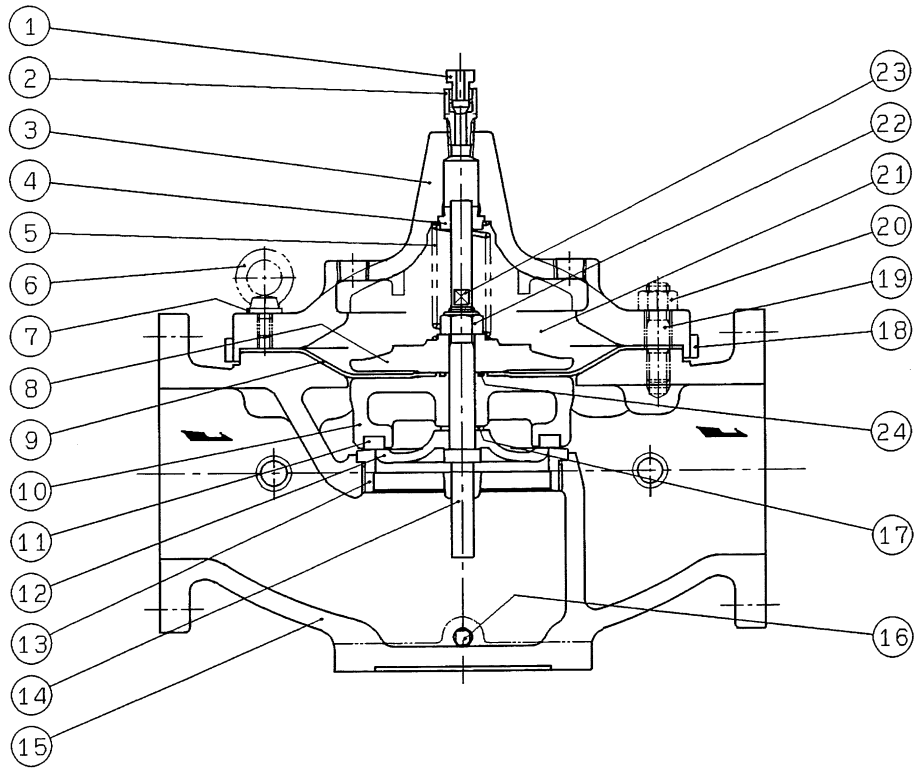
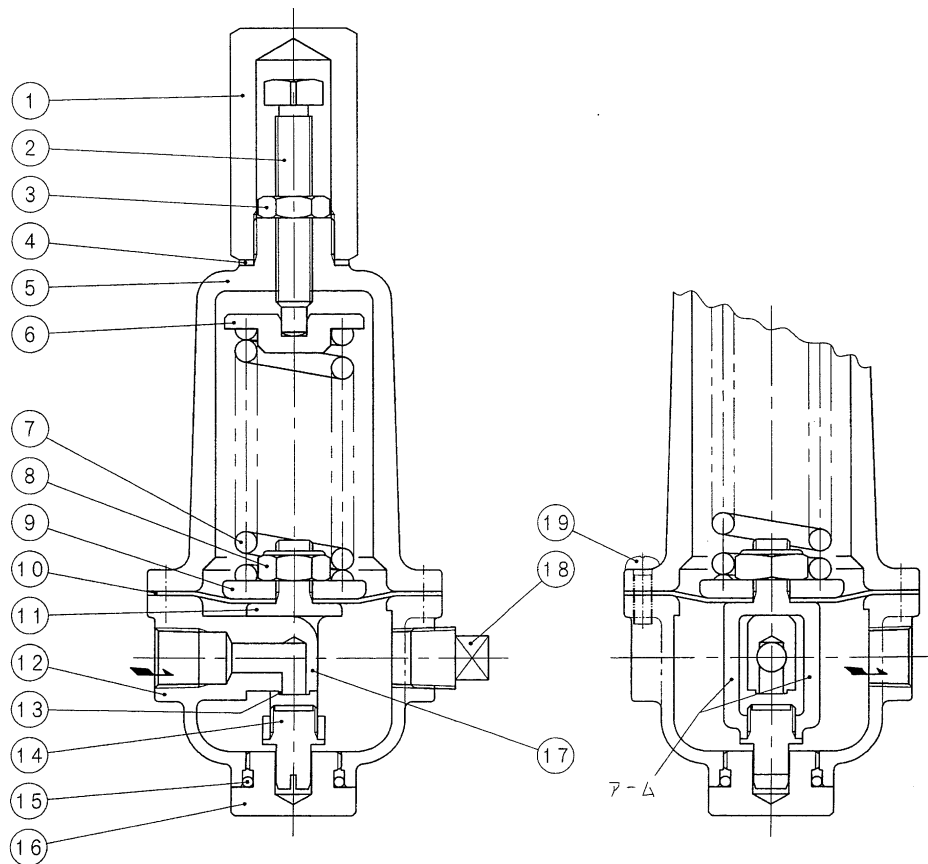
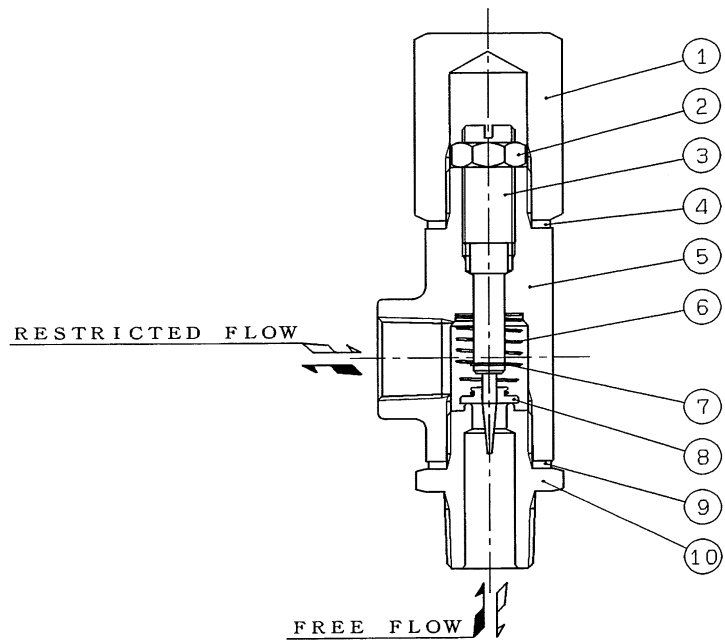
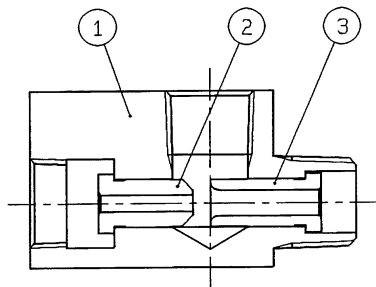

図2 OD3型ダイヤフラム式基本弁
図3 PPD48型減圧弁
図4 QRH5型流量調節弁
図5 NSN3型エゼクタ
2. 1 PFD42型減圧弁は、二次側圧力を検出して動作するPPD48型減圧弁(C) [図3] をパイロット弁としてOD3型ダイヤフラム式基本弁(A) [図2] のダイヤフラム室(21)の圧力を制御することにより、その弁体(11) (主弁体) を動作させて二次側圧力を一定に保持するものです。従って、OD3型ダイヤフラム式基本弁(A)のダイヤフラム室(21)の圧力はPPD48型減圧弁(C)へ流出する流体の量により制御されますから、PFD42型減圧弁は流出制御式のパイロット作動形減圧弁です。
2. 2 QRH5型流量調節弁(E) [図4] は呼び径40～80の弁にのみ付いており、PFD42型減圧弁の流量がごく少ないときに、たまたま発生しがちな二次側圧力のハンチングやサイクリング及び振動などを減衰、消去する機能を有しています。
2. 3. 1 運転中開閉弁(F)のみ閉止した場合、OD3型ダイヤフラム式基本弁(A) [図2] のダイヤフラム室(21)へ流体の供給がなくなりますから弁体(11) (主弁体) は全開します。通水初期のブローオフなどに利用できます。
3. 1 減圧弁を取付ける前にOD3型ダイヤフラム式基本弁(A) [図2] の弁箱(15)内に異物が入っていたり輸送中に減圧弁が破損していないかお確かめください。防止処置は施してありますが念のためお調べください。
3. 3 配管に際しては流体の流れ方向とOD3型ダイヤフラム式基本弁(A) [図2] の弁箱(15)に casting してある矢印の方向を必ず一致させてください。また、Y型ストレーナ及び予備弁(玉形弁)を備え更に前後弁(仕切弁)と圧力計を取付けるようご計画ください。
3. 7 配管の応力をなるべく OD 3 型ダイヤフラム式基本弁 (A) [図 2] の弁箱 (15) にかけていないよう注意してください。弁箱 (15) にかかる応力が過大になりますと摺動部がゆがみ、円滑な摺動ができなくなったり弁体 (11) (主弁体) と弁座 (13) の当たりが悪くなったりします。
4. 1 減圧弁の取付けが終わりましたら、PPD 4 8 型減圧弁 (C) [図 3] の保護筒ふた (1) を取外し、六角ナット (3) を緩めて調節ねじ (2) を左回転 [時計の針と逆方向] し、あらかじめ少々圧縮されている調節ばね (7) [輸送中に調節ばねが遊動しないようにしたもの] を完全に緩めます。
4. 3 アクセサリ回りの配管やOD 3型ダイヤフラム式基本弁(A)[図2]のダイヤフラム室(21)に空気が滞留している状態のまま減圧弁を使用しますと、ノイズやウォータハンマなどの誘因となることがあります。通水初め(水張時)には、流体に押されて大量の空気がOD 3型ダイヤフラム式基本弁(A)のダイヤフラム室(21)に入って来ますから、OD 3型ダイヤフラム式基本弁(A)の頂部についている空気抜弁体(1)を緩めてダイヤフラム室(21)の空気を完全に排出してください。また、アクセサリ回りの一番高い箇所銅管継手用ナットを緩めてこの部分の空気も完全に排出してください。
4. 4 その後、PPD 4 8型減圧弁(C)[図3]の調節ねじ(2)をゆっくり右回転[時計の針と同方向]して、二次側圧力を所要圧力(設定圧力) + 締切昇圧 [表3参照] まで上昇させます。
4. 6 二次側圧力を高めるには、PPD 4 8型減圧弁(C)[図3]の調節ねじ(2)を右回転[時計の針と同方向]し、低めるには左回転[時計の針と逆方向]します。
4. 7 呼び径40~80の弁に付いているQRH 5型流量調節弁(E)[図4]はメーカー工場で調整済みですが、流量がごく少ない時にハンチングや振動を起こす場合には、ふた(1)を外し六角ナット(2)を緩めてステム(3)を右回転[時計の針と同方向]してください。
4. 8 PPD 4 8型減圧弁(C)[図3]は、万一ダイヤフラム(10)が破損しても液体が外部に流出しない密閉形構造になっています。調整が終わりましたらPPD 4 8型減圧弁(C)の六角ナット(3)及び保護筒ふた(1)は、スパナなどの工具を用いてきつく締付けてください。
PPD 4 8型減圧弁(C) [図3], NSN 3型エゼクタ(D) [図5] 及びQRH 5型流量調節弁(E) [図4] (呼び径40～80のみ) などのアクセサリ回りは、ねじ込み継手、管などによりOD 3型ダイヤフラム式基本弁(A)に連結されていますから、管継手及びユニオンを外しますと、OD 3型ダイヤフラム式基本弁(A)から取外せます。
5. 2 PPD 4 8型減圧弁(C) [図3]
5. 3 QRH 5型流量調節弁(E) [図4] (呼び径40～80のみ)
5. 4 NSN3型エゼクタ(D) [図5]